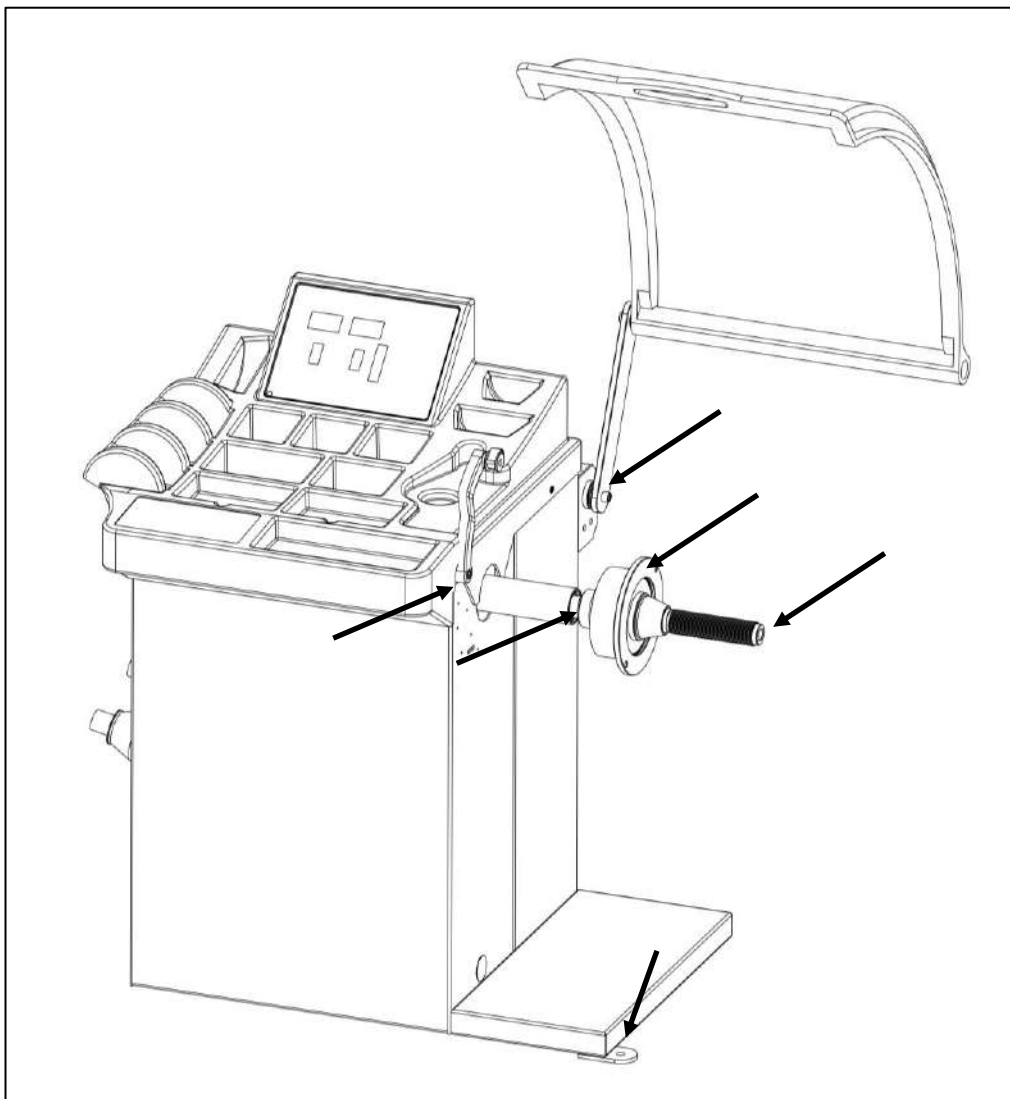

Fig. 20 - Tjek ved årlig vedligeholdelse af maskinen
5.4 Årlig vedligeholdelse (visuel oversigt fig. 20)